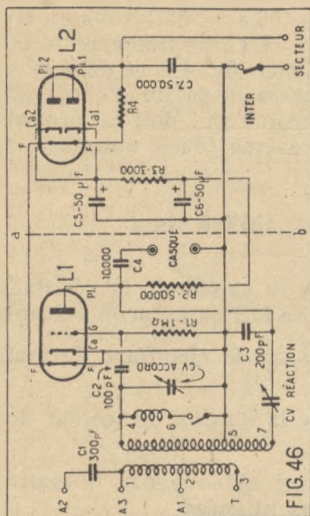
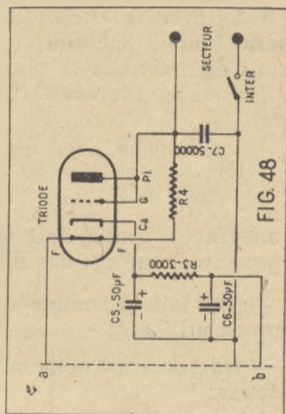

FIG. 46
FIG. 48
Le schéma le plus simple est celui de la fig. 46 qui comporte une triode à chauffage indirect (L1") montée en détectrice et
Nous avons dit, plus haut, qu'il était possible d'utiliser une lampe quelconque comme valve. Le plus simple est de la faire avec une triode, dans laquelle la grille G et la plaque P1 réunies ensemble jouent le rôle de la plaque d'une valve (fig. 48). Pour adapter la fig. 48 au schéma de la fig. 46, il suffit d'y supprimer tout ce qui est à droite de la ligne *ab* et de le remplacer par la figure 48.
Le schéma général reste celui de la fig. 46 et la seule modification consiste à prévoir une tension pour l'écran, à l'aide d'une résistance R_5'' découplée par un condensateur C_8'' (fig. 51). Il faut noter également que les penthodes à chauffage indirect utilisées ici possèdent presque toujours la troisième grille, dite grille-supprimeuse (S) réunie à l'une des broches du culot. Quel que soit le montage, si cette grille est « sortie » extérieurement, on la relie à la cathode (Ca).